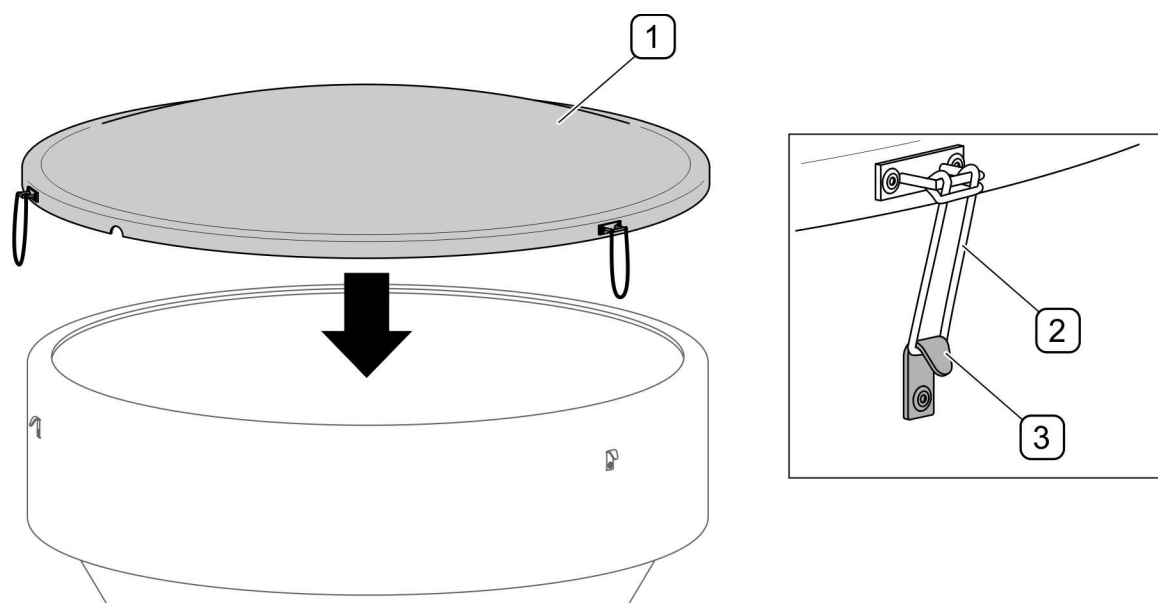

FIGURA 4.10 Cubierta del depósito (opcional)
(1) - tapones de acoplamiento rápido hidráulico; (2) - tapones de seguridad; (3) - soporte de cable
Opcionalmente la máquina puede equiparse con una tapa de depósito (1) dotada de tensores de goma (2) para su fijación con ganchos (3) en el depósito de la máquina. El método de montaje dependiendo del tipo de tanque se presenta en FIGURA 4.10.